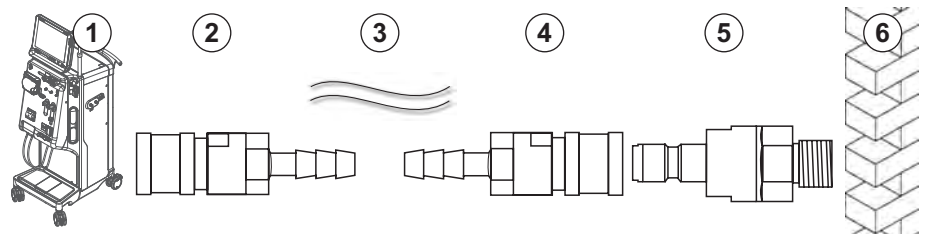
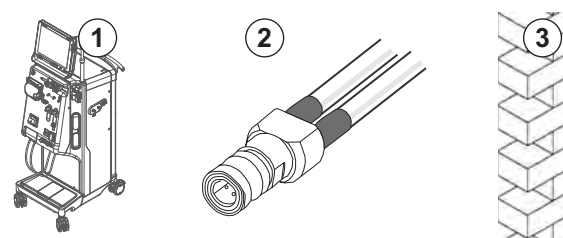

Fig. 4-4 Opción 1: conexiones Aquaboss de entrada de agua
Fig. 4-5 Opción 2: conexión Aquaboss de entrada de agua para anillo de distribución
- Opción 1: 2 conexiones hembra para tubos (Fig. 4-4, ② , ④), diámetro interior de tubo flexible 9 mm, material 1.4571 EPDM
- Opción 1: 1 boquilla de cierre macho ⑤ , material 1.4571 EPDM
- Opción 2 (disponible tubo en anillo): tubos en anillo secundario libre de espacios muertos con adaptador en P-Y doble (Fig. 4-5, ②)
Opción 2: se utiliza un tubo en anillo. Los tubos que salen y entran a la pared están fijados en acoplamiento hembra (Fig. 4-5, ②).
1. Conectar el acoplamiento hembra ② directamente al equipo.